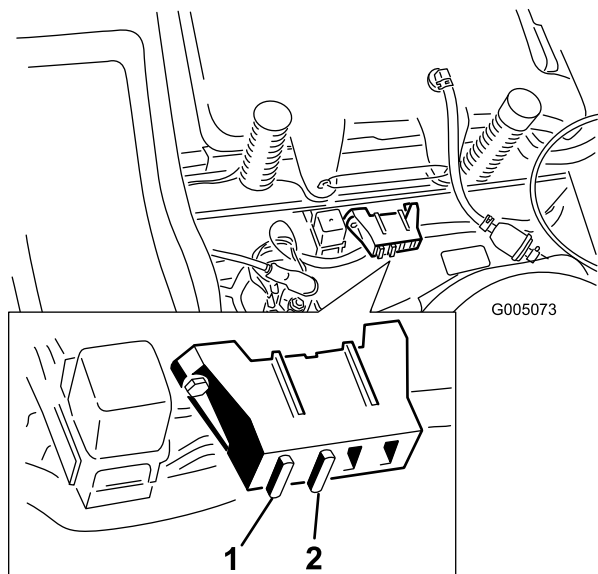

Figura 40
1. Levante el asiento para tener acceso al portafusibles (Figura 40).
2. Para cambiar un fusible, tire del fusible para retirarlo (Figura 40).